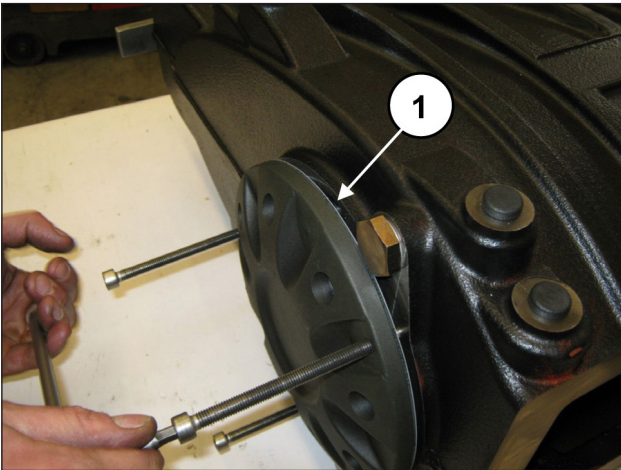

Fig. 29
Visser progressivement les 3 vis M8 (rep. ①, Fig. 29) pour éviter que le couvercle ne s'incline trop et ne se bloque dans son logement.